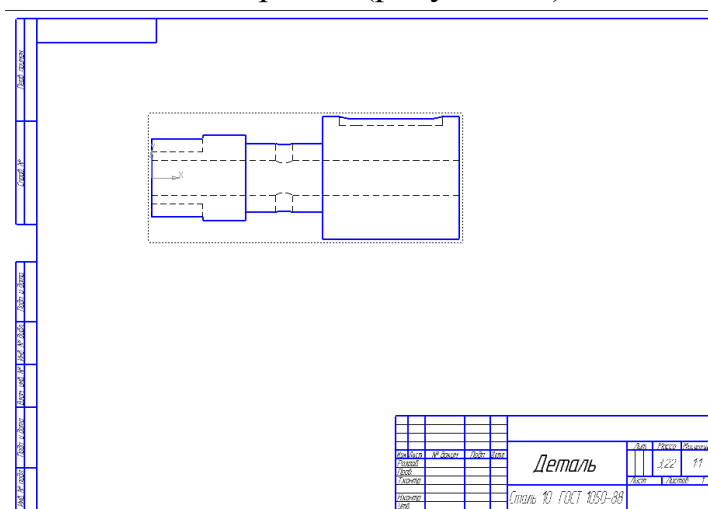

Рисунок 21.
19. Крепим фантом вала на чертеже (рисунок 21).